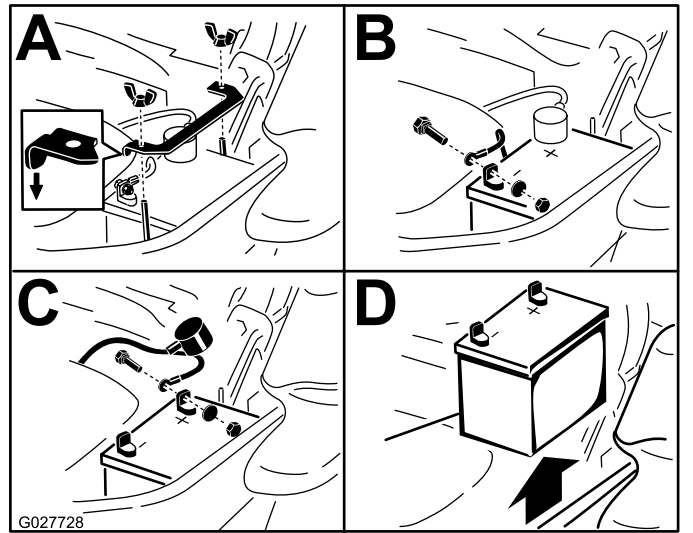

Figure 59
3. Retirez la batterie, comme montré à la Figure 59.
Remarque: Placez la batterie dans son support en tournant les bornes à l'opposé du réservoir hydraulique (Figure 59).